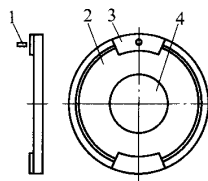

图 2
(1) 在车床主轴尾部装配一个带两片45°感应片的法兰盘,与45°感应片相对的位置安装一支架,支架上安装接近开关(见图2)。